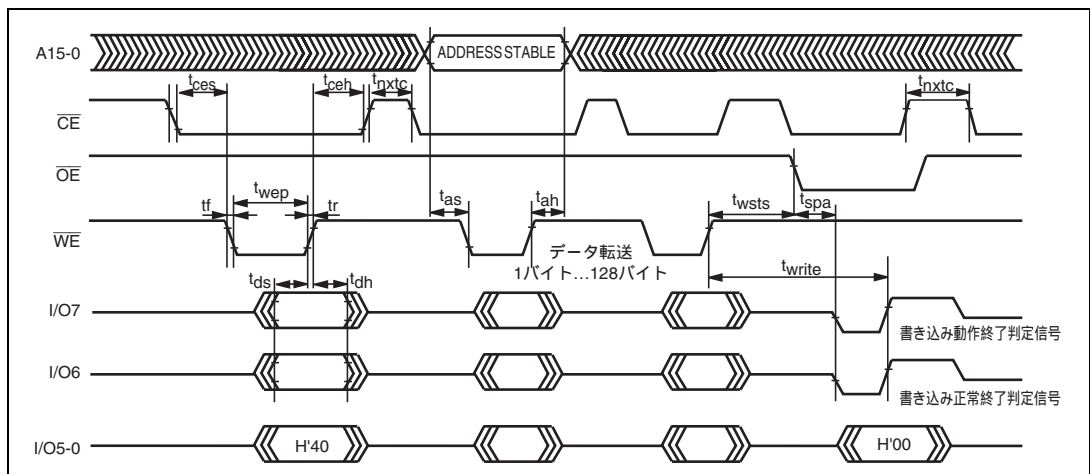

図 6.17 自動書き込みのタイミング波形
- (1) すでに書き込まれたアドレスへの書き換えは、自動消去を行った後に自動書き込みをしてください。
- (2) 同一アドレスブロックへの自動書き込みは1回のみとしてください。すでに書き込まれたアドレスブロックへの追加書き込みは行えません。
- (3) 自動書き込みは、128バイト同時書き込みを行います。バイトデータを128回連続転送してください。128バイト以下の書き込みでも128バイトのデータ転送を行う必要があります。書き込む必要のないアドレスへは、データH'FFを転送して書き込んでください。
- (4) 転送するアドレスの下位7ビットは、Low状態にしてください。有効アドレス以外を入力した場合は、メモリ書き込み動作に移行しますが、書き込みエラーとなります。
- (5) メモリアドレスの転送は第2サイクルで行います(図6.17)。第3サイクル以降は転送しないでください。
- (6) 書き込み動作中はコマンド書き込みを行わないでください。
- (7) 自動書き込みは128バイト単位のブロックに対して1回だけ行ってください。すでに書き込まれたアドレスブロックへの追加書き込みはできません。
- (8) 自動書き込み正常終了の確認は、I/O6を調べることにより行います。ステータス読み出しで確認することもできます(I/O7番のステータスポーリングは、自動書き込み動作終了判定用端子です)。
- (9) ステータスポーリングのI/O6、I/O7端子情報は次のコマンド書き込みまで保持されます。次のコマンド書き込みが行われていなければ、CE、OEをイネーブルにすることにより読み出し可能です。
- (10) AC特性を表6.17に示します。